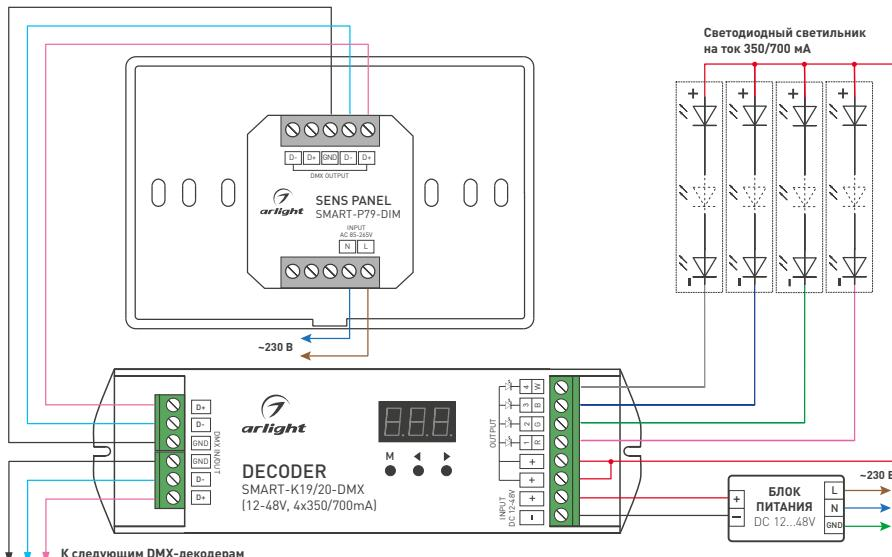

Рисунок 1. Подключение одноцветной светодиодной ленты
- 3.2. Подключите оборудование согласно схеме, приведенной на рис. 1. Соблюдайте полярность и порядок подключения проводов к клеммам.